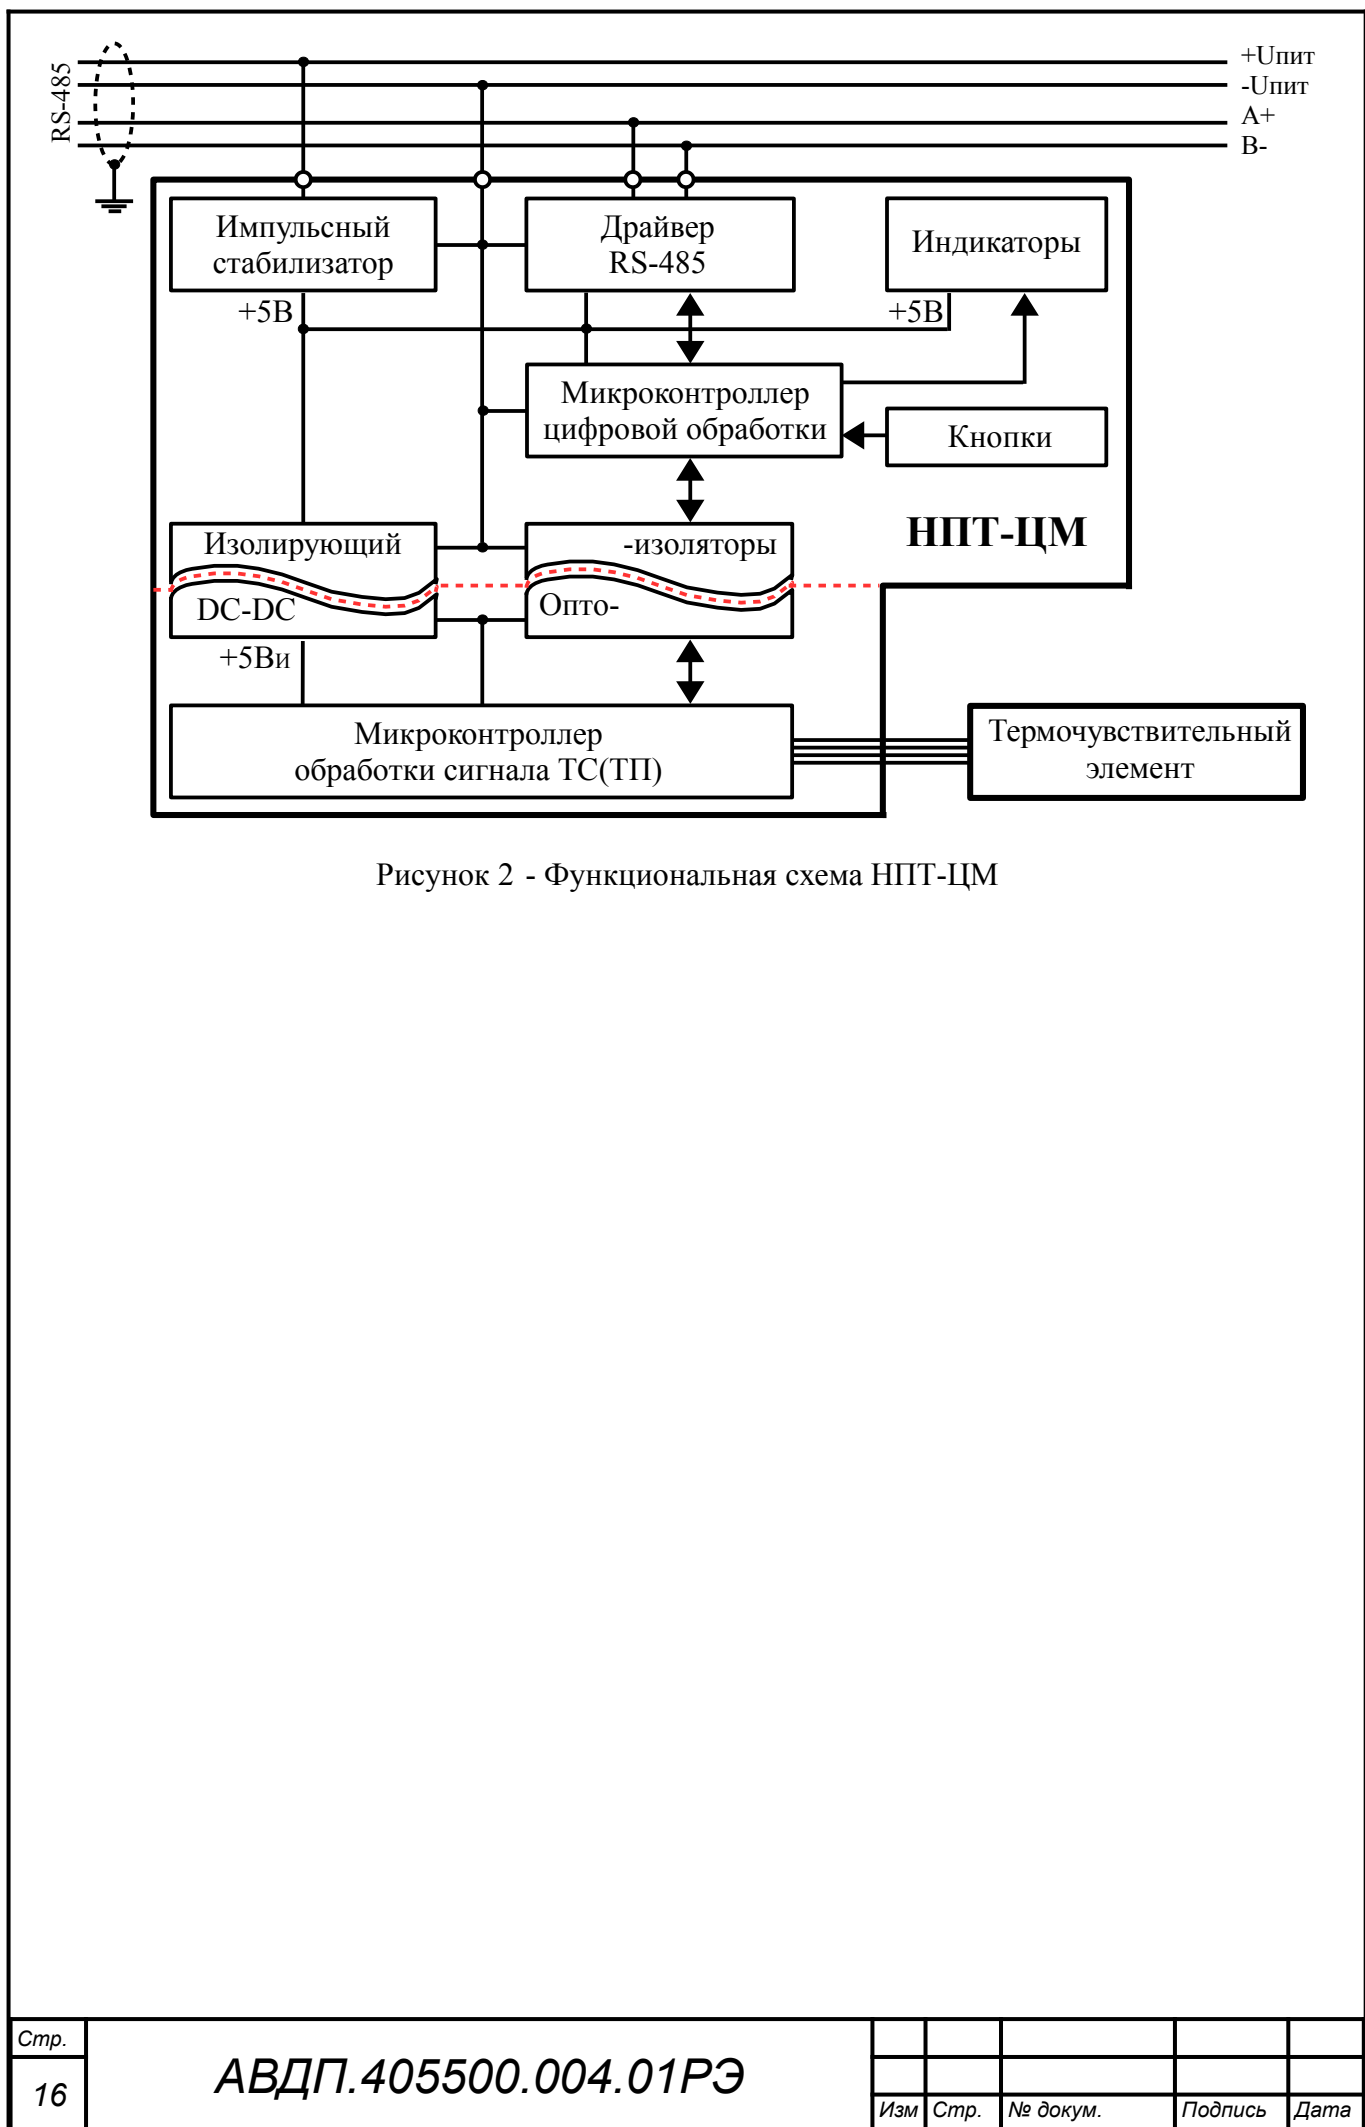

Рисунок 2 - Функциональная схема НПТ-ЦМ
5.2.2 Рисунок 2 поясняет устройство и работу преобразователя.